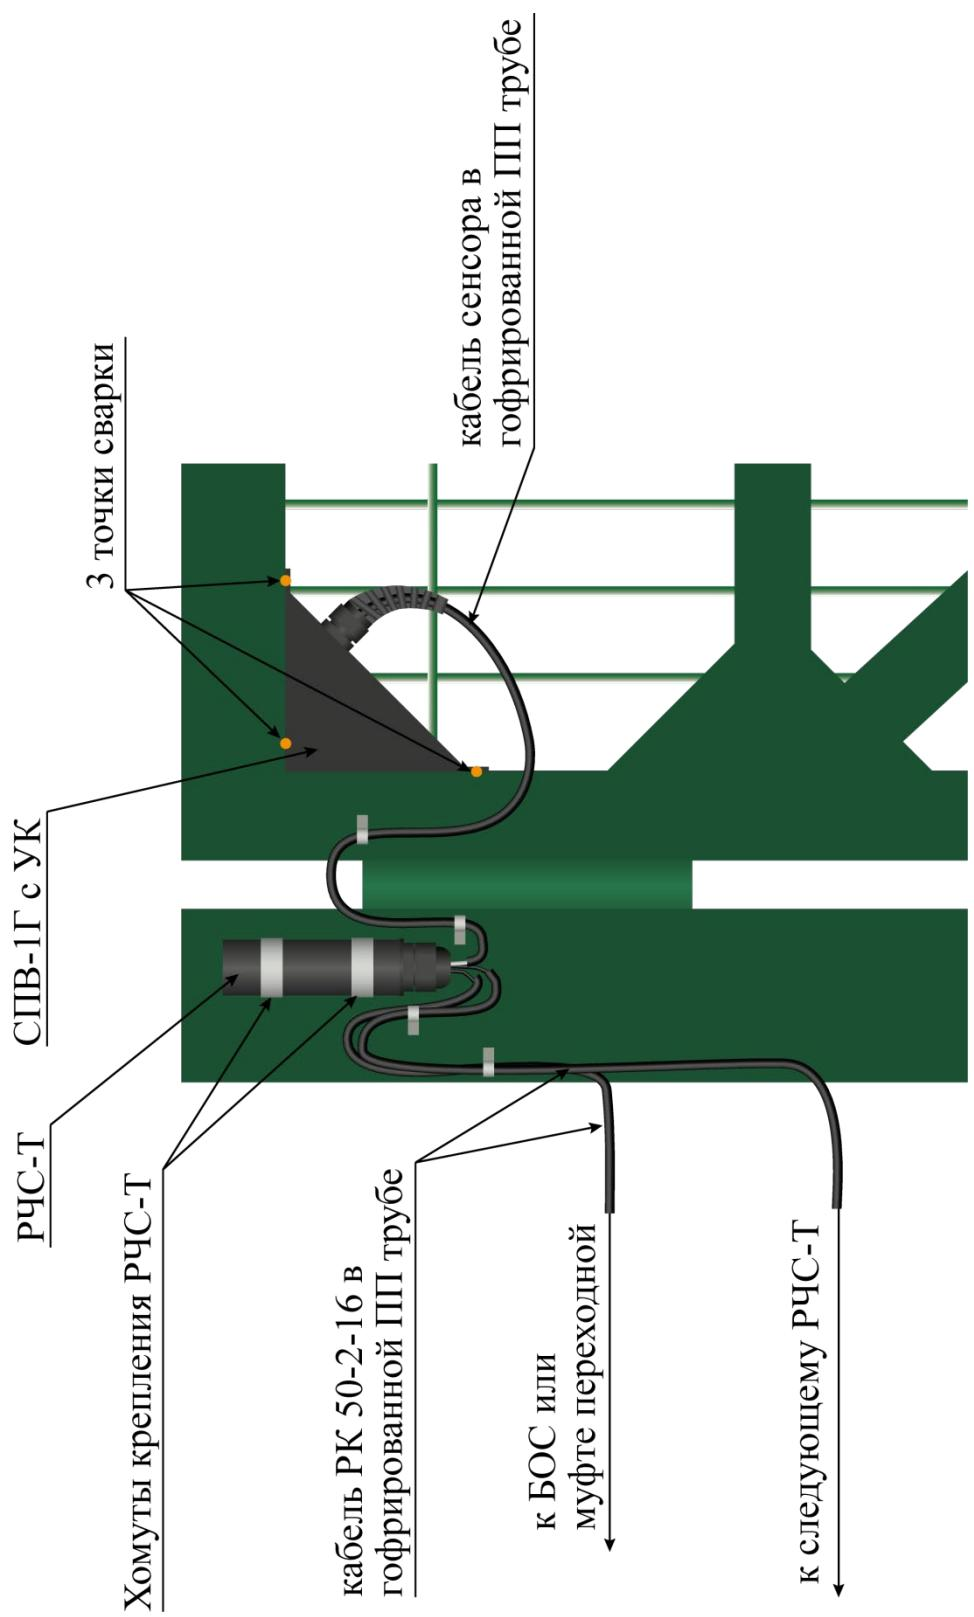

Рисунок 4.47 – Установка сенсора СПВ-1Г с узлом крепления
- закрепить РЧС-Т хомутами к опоре ворот (калитки) или каркасу створки ворот (калитки) гермовводом вниз (рисунок 4.47);
- закрепить к опоре ворот (калитки) металлическими скобами металлорукава с кабелем РК (рисунок 4.47);